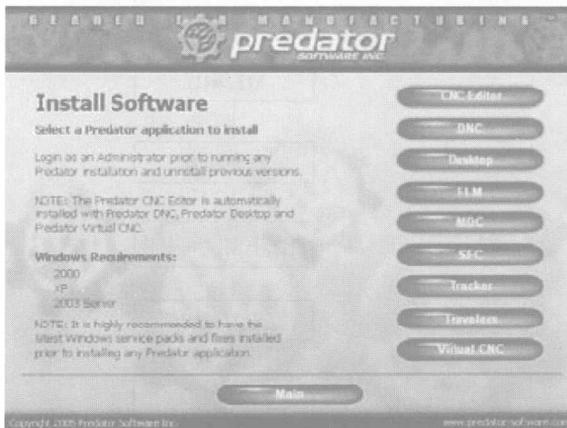
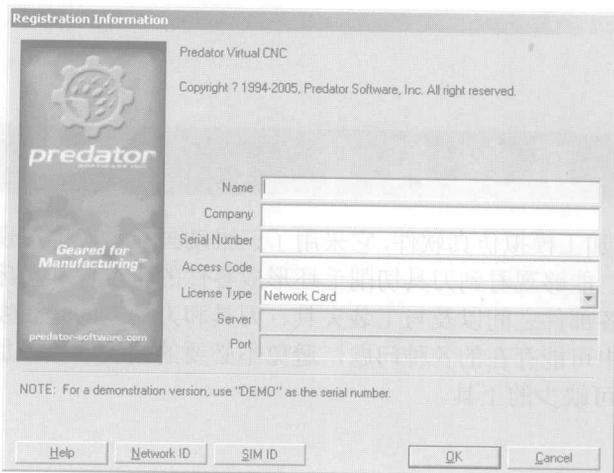
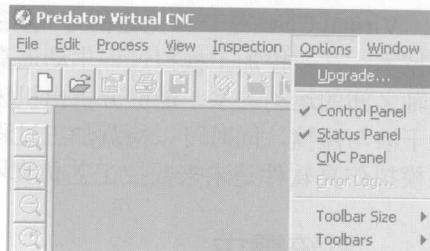

图 1-1 安装界面
图 1-2 软件注册
图 1-3 软件升级
- ① 将 CD 盘插入光驱；
- ② 运行 install.exe，出现对话框，见图 1-1；
- ③ 选择安装 Virtual CNC；
④ 如果是初次安装 Virtual CNC，系统出现注册窗口，如图 1-2 所示。如果先前已经安装过了，需要重新安装，则不需要重新注册。输入公司名、注册号与授权码。若是网络版，License Type 则选择为“Floating License Manager”，并输入服务器地址与端口号。若是单机版，则选择 License Type 为“Network Card”。
⑤ 选择 OK 确认，进行安装直至完成。若不输入注册号与授权码，则选择“Cancel”，进入 Demo 版本。
⑥ 若安装更新版本或软件升级，则在软件菜单栏中选择 Options > Upgrade 重新注册，如图 1-3 所示。